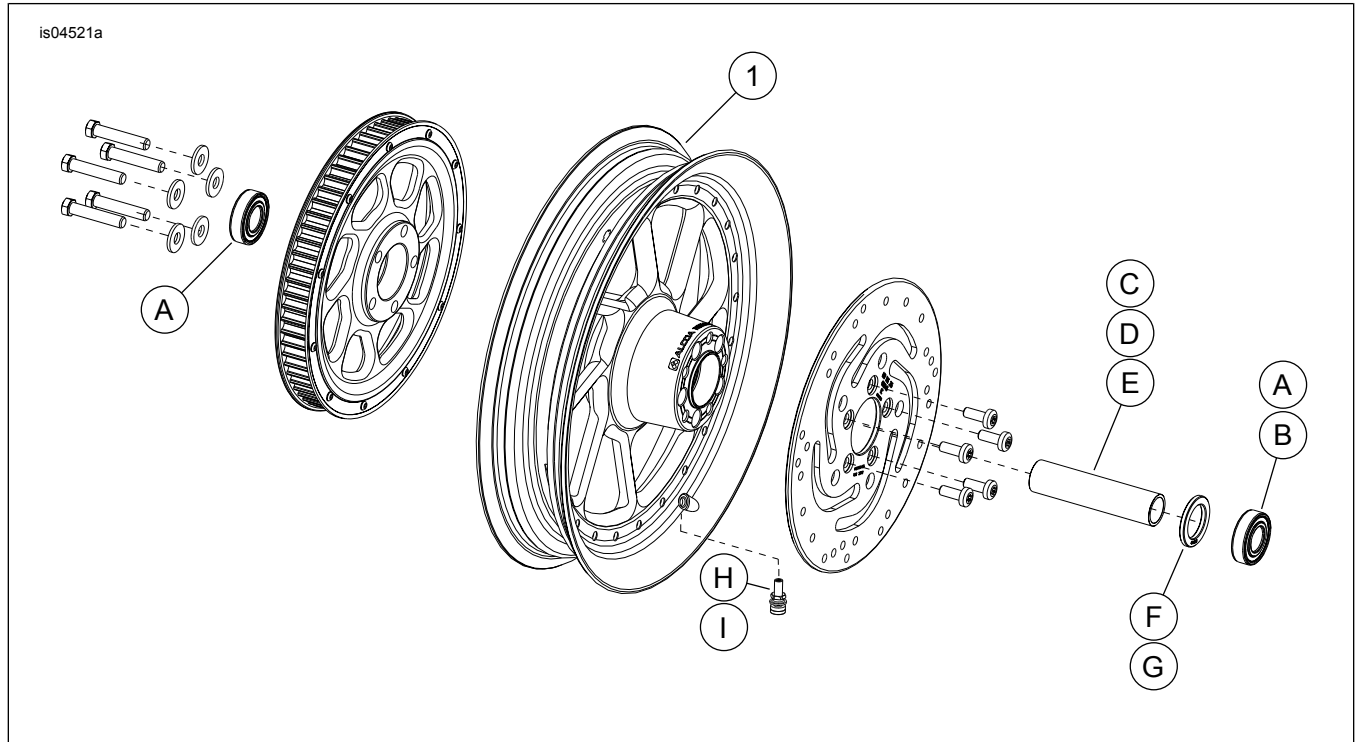

Abbildung 1. Ersatzteile: „Road Winder“-Hinterräder
Siehe Abbildung 1 und Tabelle 2.
2. Siehe Abbildung 1. Die Ventilschaft-Baugruppe (H oder I) am Rad anbringen. Siehe Werkstatthandbuch.